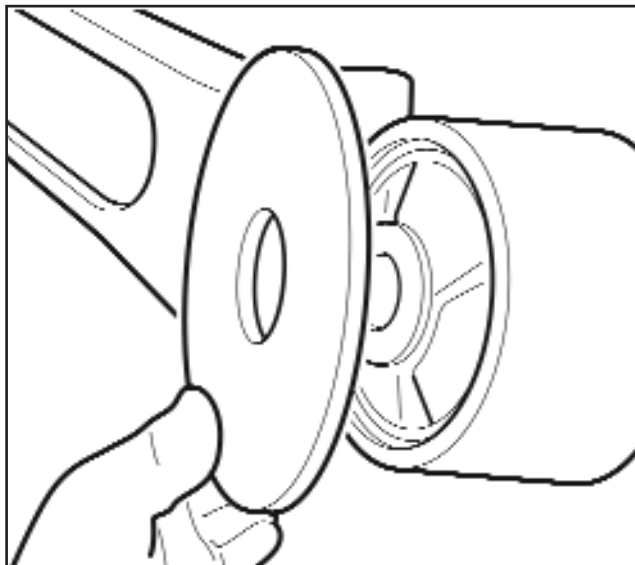

Fig 3.24
9. Déposer les rondelles d'usure et les manchons internes en acier des bagues d'axe d'articulation (figures 3.24 & 3.25).